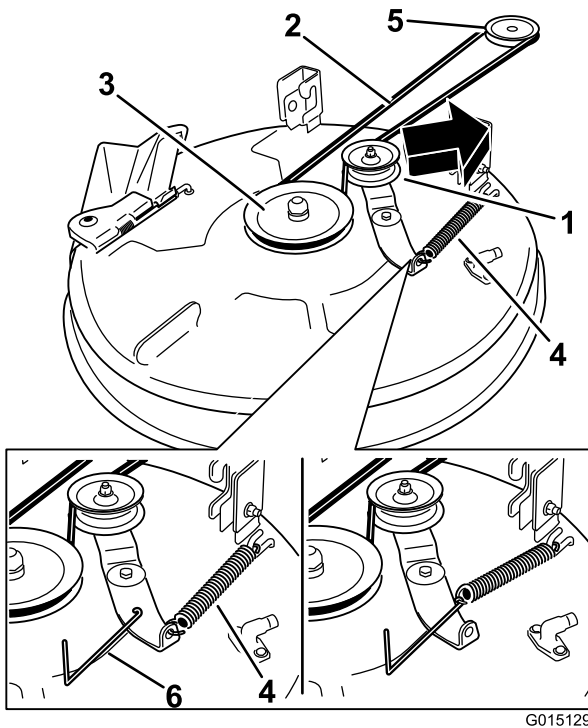

Bild 57
4. Entfernen Sie die Spannscheibenfeder mit einem Werkzeug zur Federentfernung (Toro Bestellnummer 92-5771) vom Mähwerkhaken, um die Spannung von der Spannscheibe zu nehmen, und rollen Sie den Riemen von den Spannscheiben (Bild 57).
5. Verlegen Sie den neuen Riemen um die Motor- und Mähwerkriemenscheiben (Bild 57).
6. Setzen Sie die Spannscheibenfeder mit einem Werkzeug (Toro Bestellnummer 92-5771) auf den Mähwerkhaken, um die Spannscheibe und den Mähwerkriemen zu spannen (Bild 57).